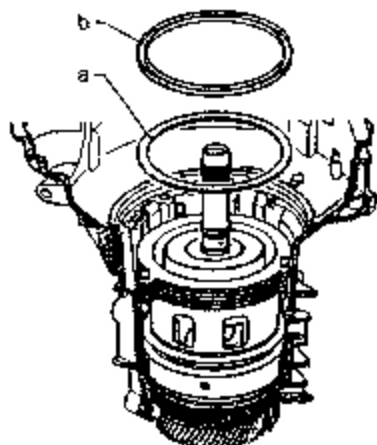

图 7-90 装入调整垫片及止推环
18) 装入最后一个 3mm 厚度的外摩擦片。装入调整垫片，把止推环放到调整垫片上，光滑侧朝着调整垫片，如图 7-90 所示。